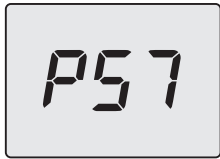

Figura 5.28
- Desplace los parámetros mediante los botones 13 (atrás) o 15 (adelante) hasta que aparezcan en el display LCD las letras **P57** alternadas con el valor del parámetro (Figura 5.28).